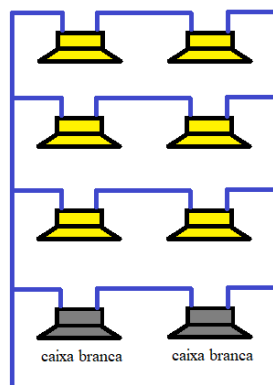

Figura 5. Carga de 4Ω, 1100W, 8 alto-falantes
- Monte a carga de 4Ω, 1100W, com 8 alto-falantes, como na figura 5, usando o canal A do Amplificador.